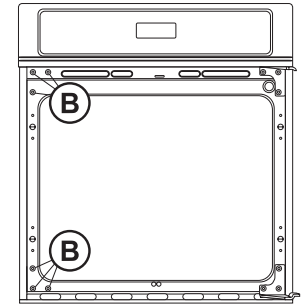

Figure 10
- 6.2.5. Remplacez les six (6) vis et rondelles, enlevées à l'étape 1, du côté opposé de l'encadrement soit à gauche (Voir B, Figure 10).